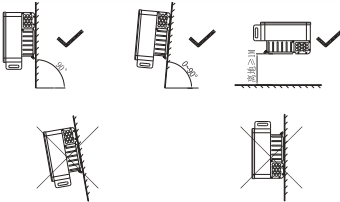

Figura 5.1
- A. Certifique-se de que a parede de instalação seja resistente o suficiente para suportar o inversor (para o peso do inversor, consulte o manual de instalação, figura 5.1).